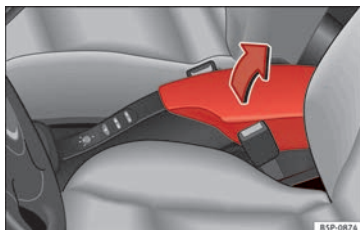

Bild 84 Främre armstöd med förvaringsutrymme.
- För att öppna förvaringsutrymmet, lyft upp armstödet i pilens riktning » **bild 84** och lyft sedan på locket.